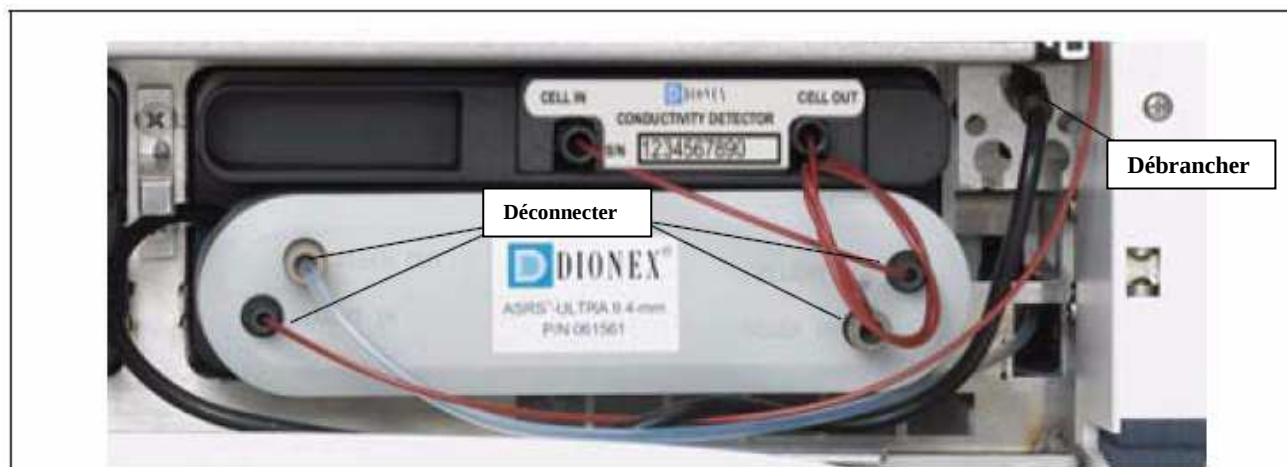

Figure 9.27. Déconnexion des tubes et du câble du supprimeur.
5. Déconnecter les deux tubes éluant et les deux tubes régénérant du supprimeur (voir figure 9.27).
8. Orienter le nouveau supprimeur avec le port **ELUENT IN** vers le bas (voir figure 9.27). Appuyer le supprimeur contre le bas du détecteur et le faire glisser vers la droite pour le fixer aux broches de montage. Tirer doucement sur le centre du supprimeur pour vérifier qu'il est correctement fixé.